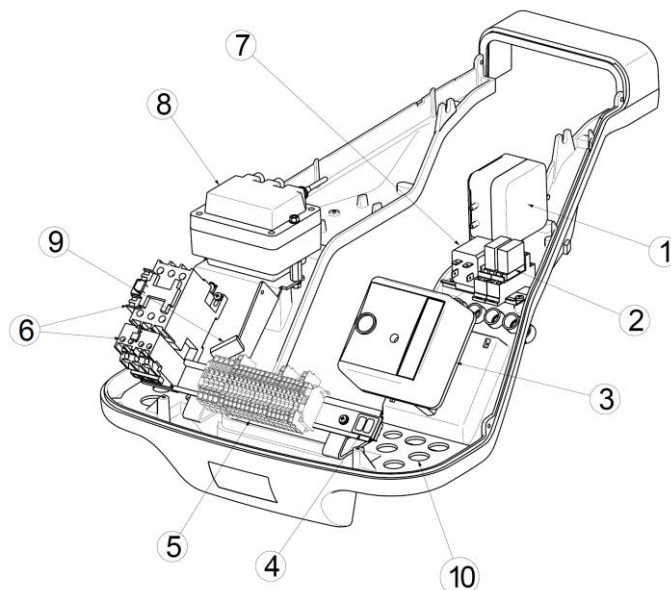

Fig. 2 Brännarens komponenter innanför kåpan
Innanför kåpan (Fig. 2):
Är där ljus i reläets reset knapp (Fig. 2, pos. 3), indikera det att brännaren är i lock-out läge. För att resetta, tryck och håll reset knappen i 1 till 3 sekunder.
Tryck på återställningsknappen på motor kontakten (Fig. 2, pos. 6).